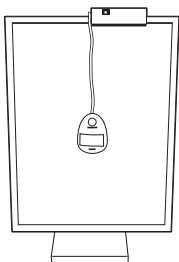
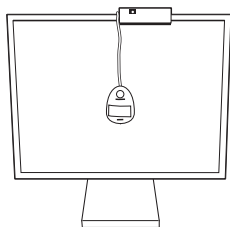

图 5
图 6
3. 将 MD-N2M5B 放在显示器上部，使固定夹位于显示器后面。图 3, 图 5, 图 6。
8. 单击“Calibration for MD-N2M5B (Retractable)[校准 MD-N2M5B(伸缩)]”。MD-N2M5B 伸缩传感器开始与参考传感器相关联。看到提示时，将参考传感器放在显示器上指明的位置。**图 5**和**图 6**单击“OK(确定)”。